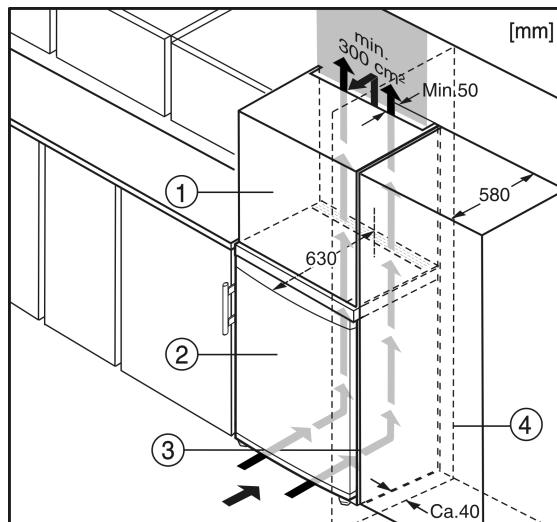

Fig. 6
(1) Opbouwkast
(2) Apparaat
(3) Keukenkast
(4) Wand
Het apparaat Fig. 6 (2) kan worden ingebouwd in de keuken. Om het apparaat aan de hoogte van het keukenblok aan te passen, kunt u er een passende opbouwkast Fig. 6 (1) op plaatsen.*
Bij ombouw met keukenkasten (max. diepte 580 mm) kan het apparaat direct naast de keukenkast Fig. 6 (3) worden opgesteld. De apparaatdeur steekt opzij 34 mm en in het midden van het apparaat 50 mm uit ten opzichte van het keukenkast-front. Hierdoor is de deur zonder problemen te openen en sluiten.*
Plaatst u het apparaat met de scharnierkant naast een muur Fig. 6 (4), dan moet de afstand tussen apparaat en muur minstens 40 mm bedragen. Dit in verband met het uitsteken van de deurgreep bij een geopende deur.*